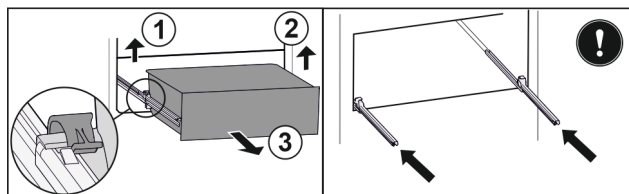

Fig. 48
- Ridicați clema din stânga și trageți concomitent sertarul din stânga spre înainte. Fig. 48 (1)
- Ridicați clema din dreapta și trageți concomitent sertarul din dreapta spre înainte. Fig. 48 (2)
- Extrageți sertarul spre înainte. Fig. 48 (3)